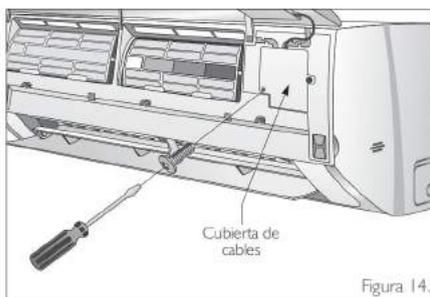

Figura 14.
- Levante y retire el panel frontal de la unidad interior. Retire el tornillo de fijación de la cubierta de cables y remuévala, (ver figura 14).